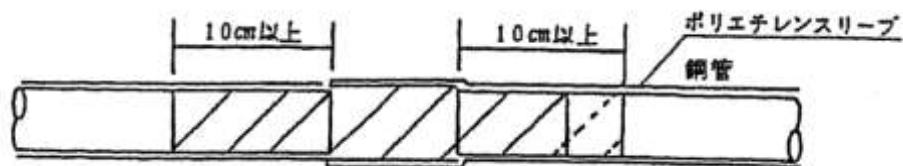
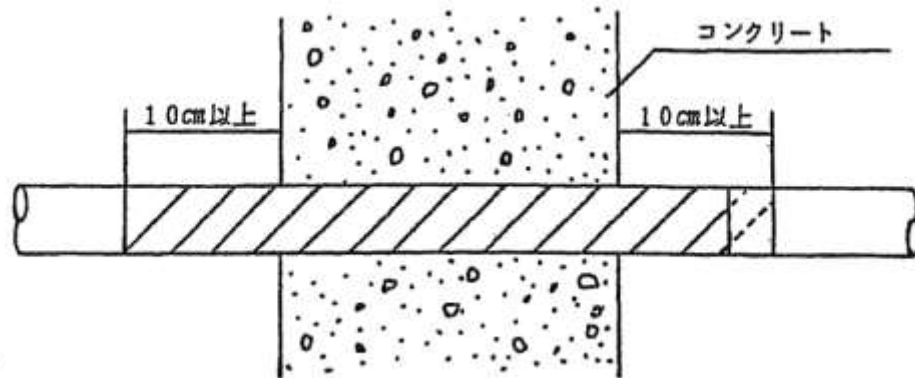

図 3.7-6 鋼管の接合箇所における防食テープの施工
図 3.7-7 鋼管がコンクリートを貫通する箇所における防食テープの施工
- ① 鋼管（ステンレス鋼管を除く）を使用する場合は、接合箇所を防食テープを半重ね巻きし、その後、防食用ポリエチレンスリーブを管路全体に被覆すること。
- ② 鋼管（ステンレス鋼管、ビニルライニング鋼管D及びポリエチレン粉体ライニング鋼管Dを除く）がコンクリートを貫通する場合は、コンクリートとの接触部分に防食テープを半重ね巻きすること。
- ③ 防食テープの規格は、図 3.7-6 , 図 3.7-7のとおりとする。
- ④ 防食テープの施工は、表 3.7-3 のとおりとする。